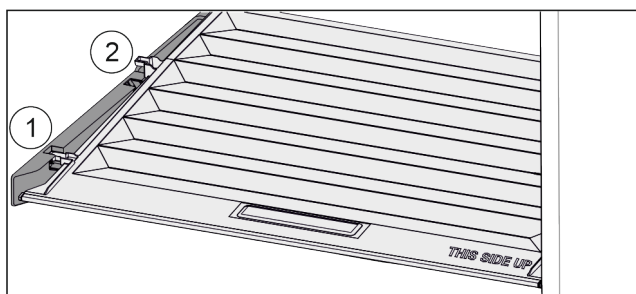

Fig. 93
- ▶ Træk dækslet fremad til åbning i holdedelene Fig. 93 (1).
- ▶ Løft nedefra og bevæg det opad og ud Fig. 93 (2).